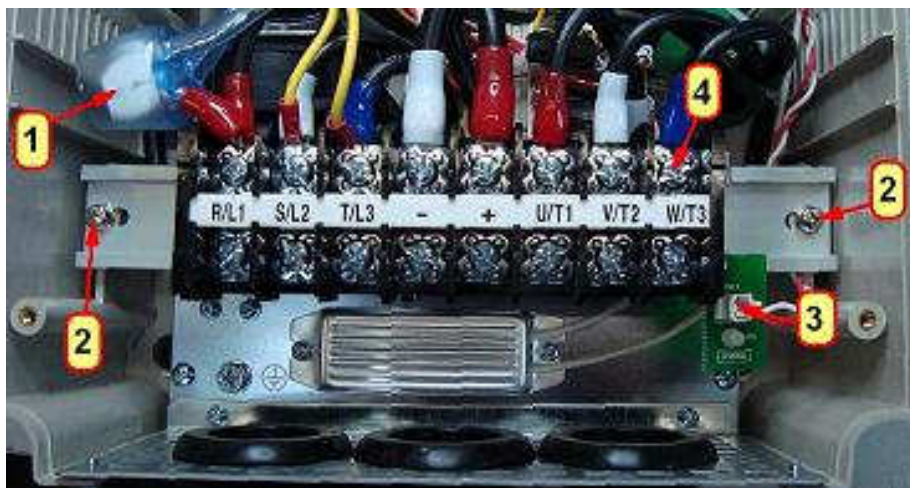

Рис.6.6
6.5.1. Отсоединить розетку жгута из разъема 3 на плате индикатора заряда (рис.6.6).
6.5.2. Выкрутить восемь винтов 4 на клеммах R/L1, S/L2, T/L3, «-», «+», U/T1, V/T2, W/T3, снять варисторную сборку 1 (рис.6.6), отвести провода от клеммника. Положить винты и варисторную сборку в тару.
6.5.3. Выкрутить два винта 2, снять клеммник ТМ1 вместе с крепежной рейкой (рис.6.6). Положить винты и клеммник в тару.